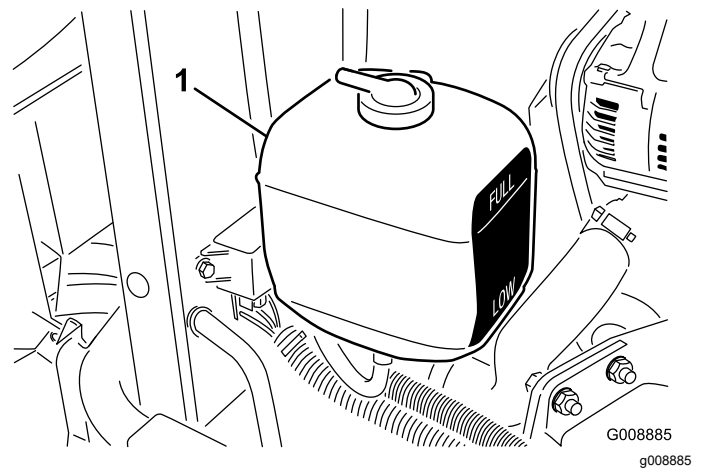

Bild 31
1. Prüfen Sie den Kühlmittelstand im Ausdehnungstank (Bild 31). Bei einem kalten Motor muss der Füllstand ungefähr auf halber Höhe zwischen den beiden Markierungen stehen.